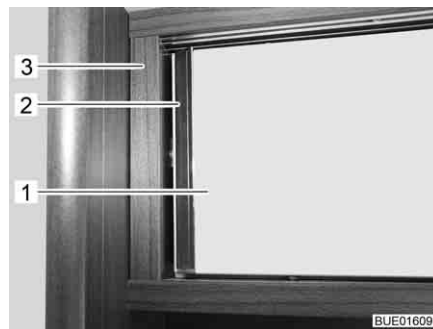

Fig. 72 Sportello del mobile con cricchetto
- Aprire lo sportello del mobile (Fig. 72,1) spingendolo con la maniglia (Fig. 72,2) contro il corpo del mobile (Fig. 72,3). Lo sportello del mobile è sbloccato.